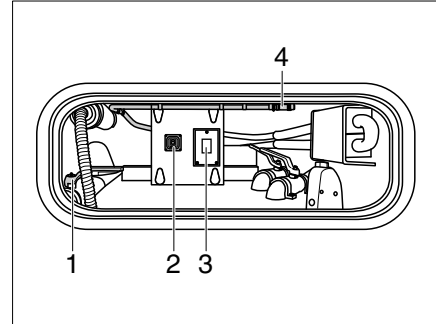

Fig. 375 Rincer la cassette des toilettes avec broyeur (vue dans le compartiment de rangement)
- Ouvrir le robinet de vidange (Fig. 375,1).
- Appuyer sur l'interrupteur (Fig. 375,3).
- Actionner l'interrupteur (Fig. 375,2) pour la pompe de vidange.
- Décrocher le tuyau de nettoyage du réservoir (Fig. 375,4) dans le compartiment de rangement et le brancher à un raccord d'eau.
- Après le rinçage, détacher le raccord d'eau et ranger le tuyau de nettoyage du réservoir (Fig. 375,4).
- Fermer le robinet de vidange (Fig. 375,1).